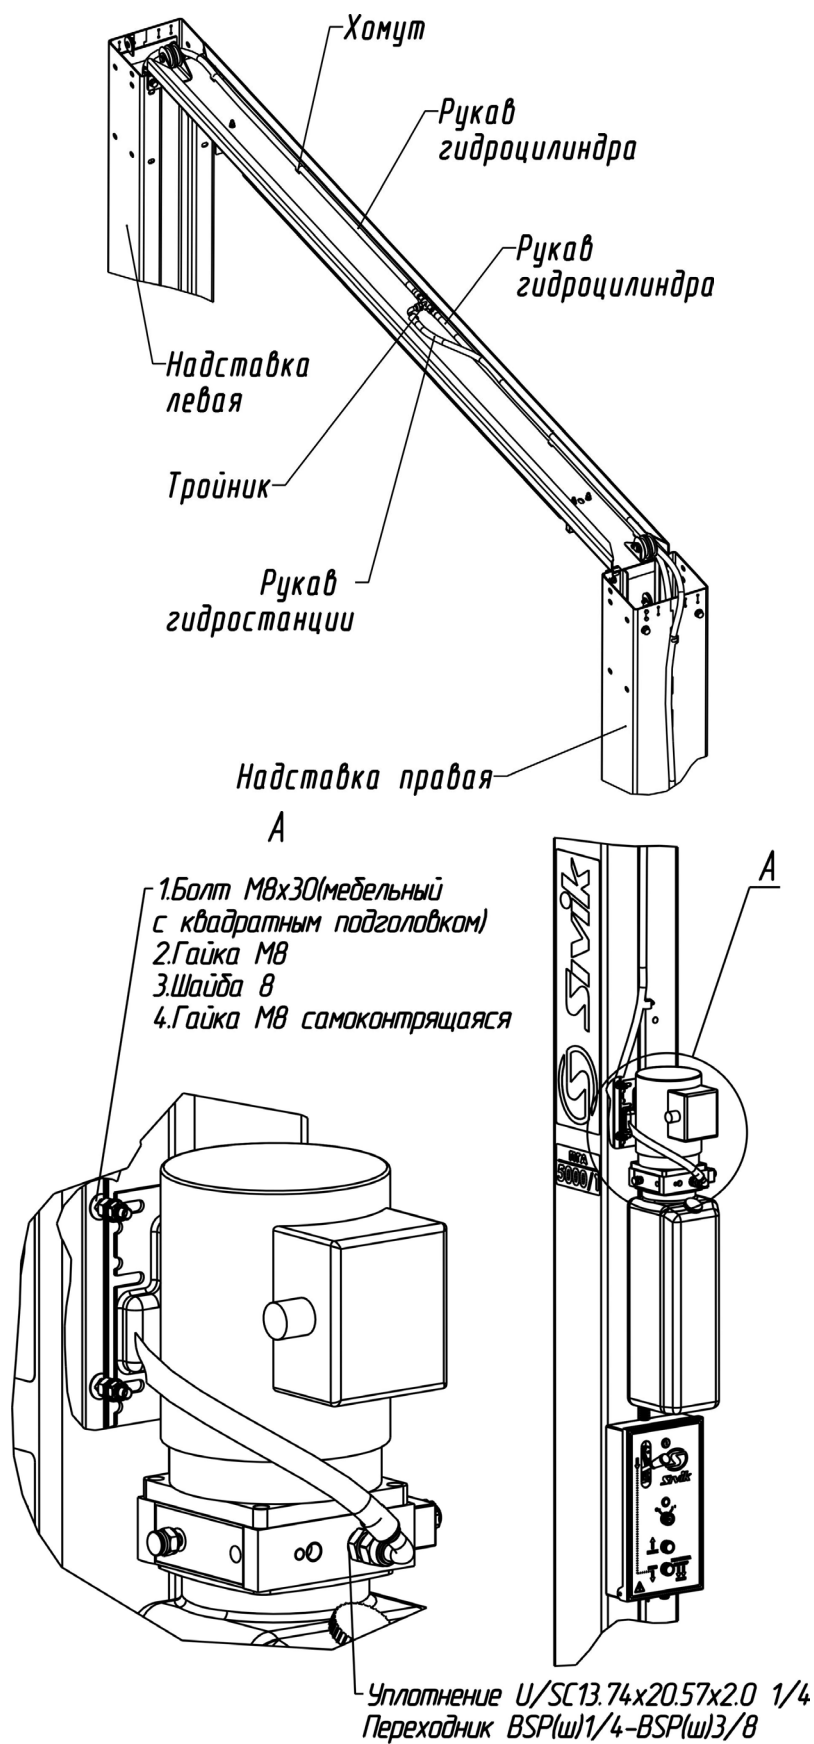

Рисунок 6.4 – Соединение рукавов высокого давления и монтаж гидростанции
6.5 Рукава высокого давления (Р.В.Д.) соединить между собой при помощи тройника, как представлено на рисунке 6.4. При затяжки гаек не допускается скручивание рукавов. Тройник должен располагаться горизонтально так, чтобы Р.В.Д. не касались тросов системы синхронизации. Рукава высокого давления зафиксировать на перекладине, надставках и колонне хомутами (места крепления хомутов (9шт.) – квадратные окна 6х6мм). Гидростанцию закрепить на правой стойке над пультом управления с помощью 4-х болтов М8(мебельные с квадратным подголовком), гаек М8, шайб 8 и гаек М8 самоконтрящихся (рисунок 6.4).